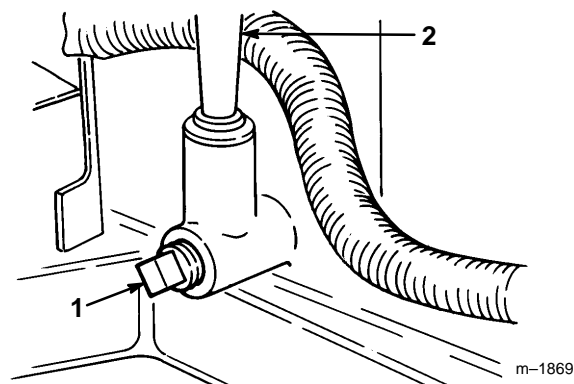

Figure 31
4. Placer une bassine sous le goulot de remplissage et jauge, et enlever le bouchon de vidange (Fig. 31).